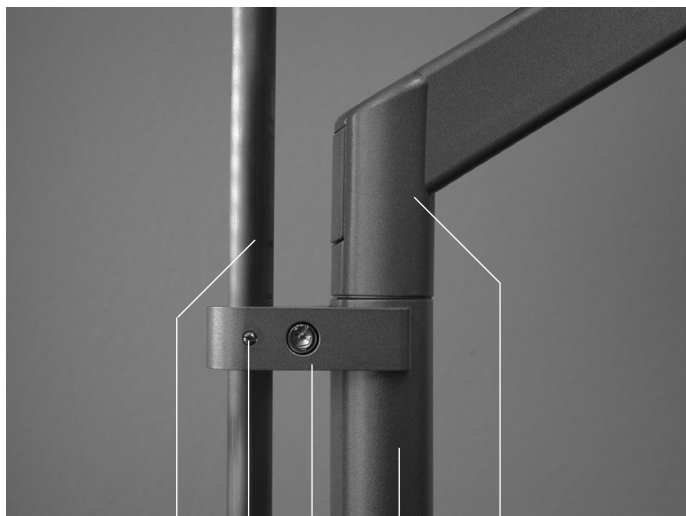

Fig. 61
Fasi di montaggio (vedi fig. 61 e 62)
- J02 Fissare il morsetto [52] sul tubo di sostegno [SR] dell'apparecchio (vedi Fig. 61).
Indicazione: Il morsetto superiore [52] dovrebbe essere montato direttamente sotto il braccio di supporto [TA] sul tubo di sostegno [SR] (vedi fig. 61).